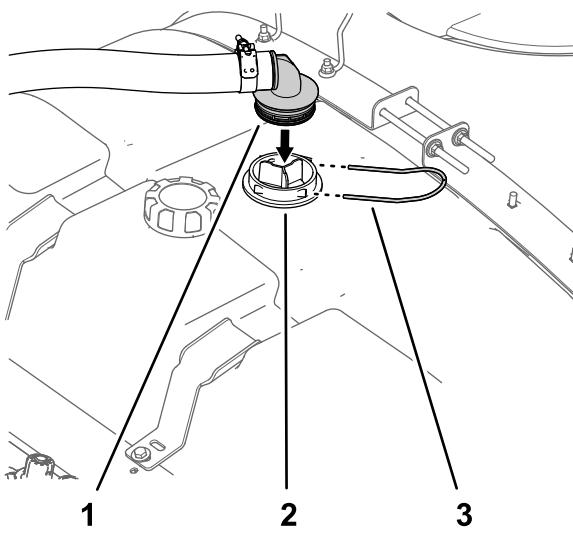

図 18
1. 液剤給液ホースの、バーブ付き90°フィッティングを吸い込みスクリーンのハウジングに合わせる図 18。
2. バーブ付き 90° フィッティングを、ハウジング図 18に固定するステップ1 すすぎタンクを取り外す(ページ 6)で外したリテーナを使用する。